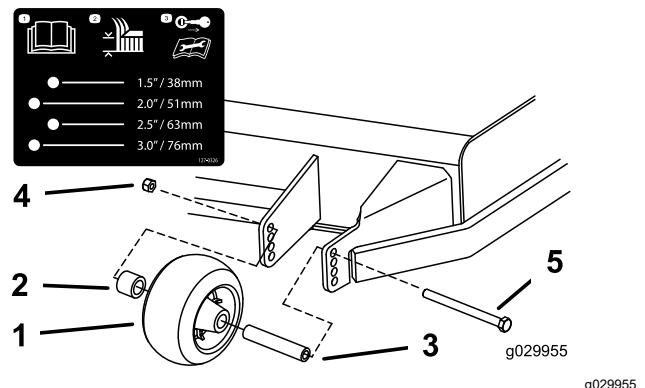

Figure 29
3. Réglez les galets anti-scalp comme montré à la Figure 29.